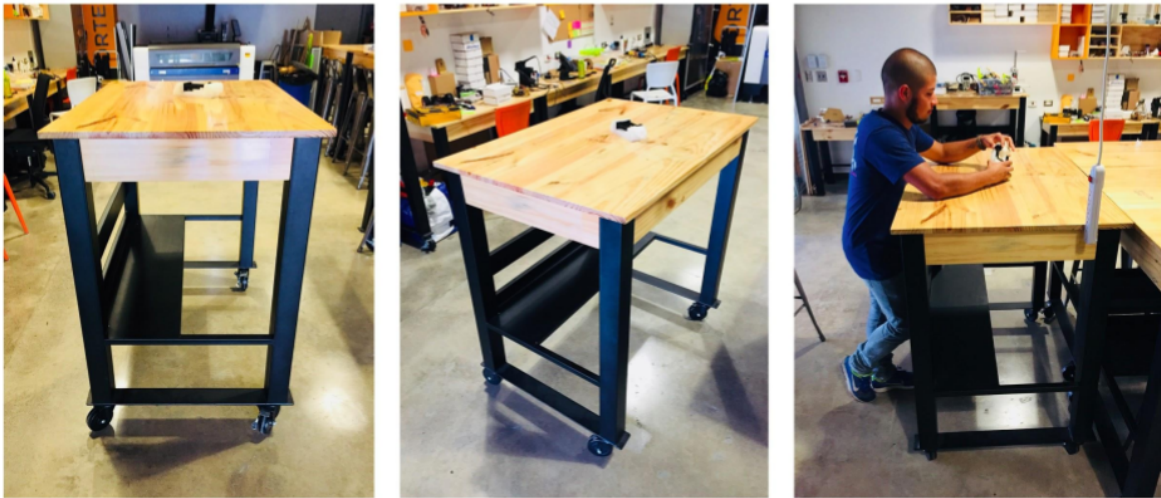

Figura 2. Mesas de trabajo de precisión. Laboratorio de la Fundación Costa Rica para la Innovación
- Mesas de trabajo centrales se recomiendan sean mesas de trabajo de precisión, que permitan soporte de los codos. La altura recomendada está entre 85 a 120 cm. Estas mesas se recomienda tenga ruedas para que puedan ser cambiadas de posición fácilmente en el espacio, para acomodar diferentes usos (Figura 2).